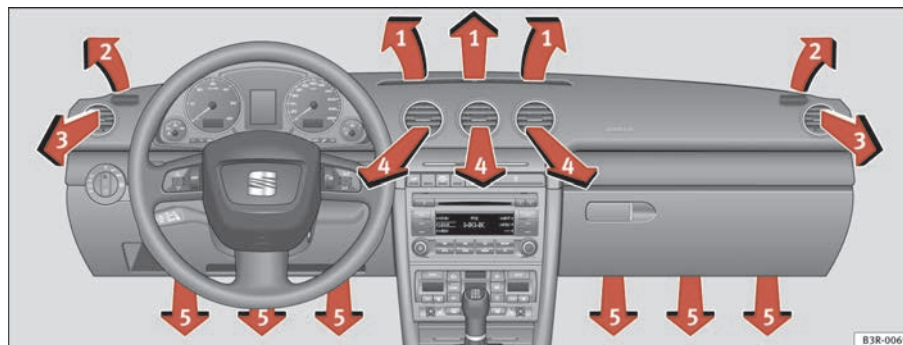

Fig. 135 Plancia portastrumenti: disposizione delle bocchette di ventilazione
Le bocchette (⇒ fig. 135 ③ e ④) si regolano nel seguente modo.
Le funzioni collegate ai tasti sono illustrate qui di seguito. I numeri si riferiscono alle bocchette di ventilazione ⇒ pag. 165, fig. 135.
Dopo aver spento il quadro strumenti, il motorino del ventilatore viene alimentato dal tettuccio solare. Ricordarsi di lasciare aperte le bocchette 3 e 4 ⇒ pag. 165, fig. 135 per ottenere una ventilazione ottimale.